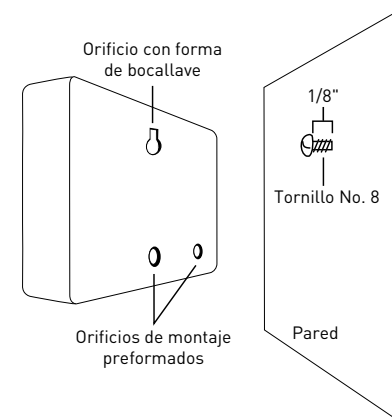

Figura 2: Cuelgue el temporizador con un tornillo en el orificio tipo cerradura.
- Deslice el temporizador sobre el tornillo sobresaliente (con la ranura con forma de cerradura en la parte posterior del temporizador). *Consulte la figura 2*
- Coloque un tornillo No. 8 a través de uno de los dos orificios preformados ubicados en el gabinete posterior inferior. *Consulte la figura 2*